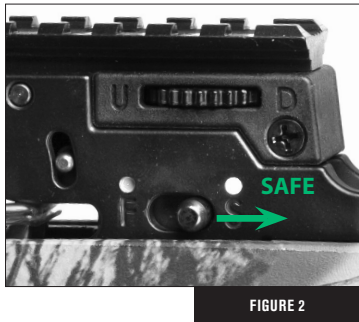

FIGURE 2
- Deslice el interruptor de seguridad de la posición de Fuego (“FIRE”) a la posición de activado (“ON SAFE”). (Fig. 2)
- Inspeccione cuidadosamente el interruptor de seguridad para asegurarse de que esté completamente en la posición de seguro (“ON SAFE”) (Fig. 2). Si el interruptor del seguro no se ha movido completamente de vuelta al punto BLANCO, no se ha colocado en posición de seguro (“ON SAFE”) y sigue en posición de fuego (“FIRE”). Inspeccione siempre visualmente el interruptor de seguridad a fin de cerciorarse de que esté en la posición deseada.